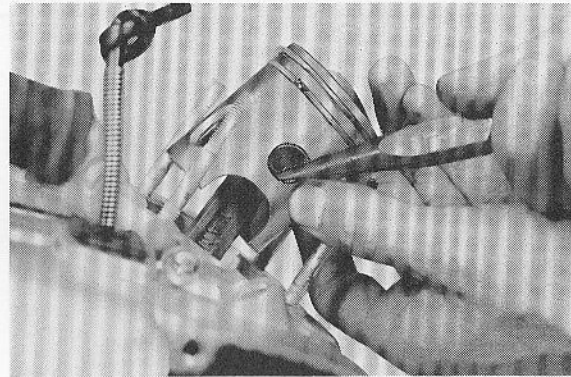

Fig. 3-2-4
1. Remove piston pin clip (1) from piston. (Fig. 3-2-4)
1. Enlever le circlip d'axe (1) du piston. (Fig. 3-2-4)